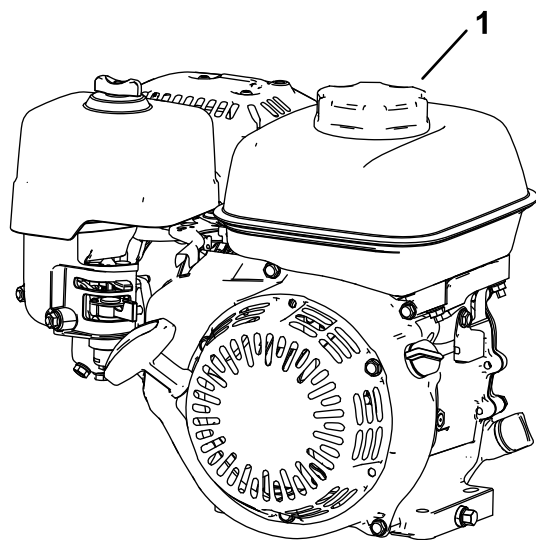

Рисунок 10
3. Очистите области вокруг крышки топливного бака и снимите ее (Рисунок 10).